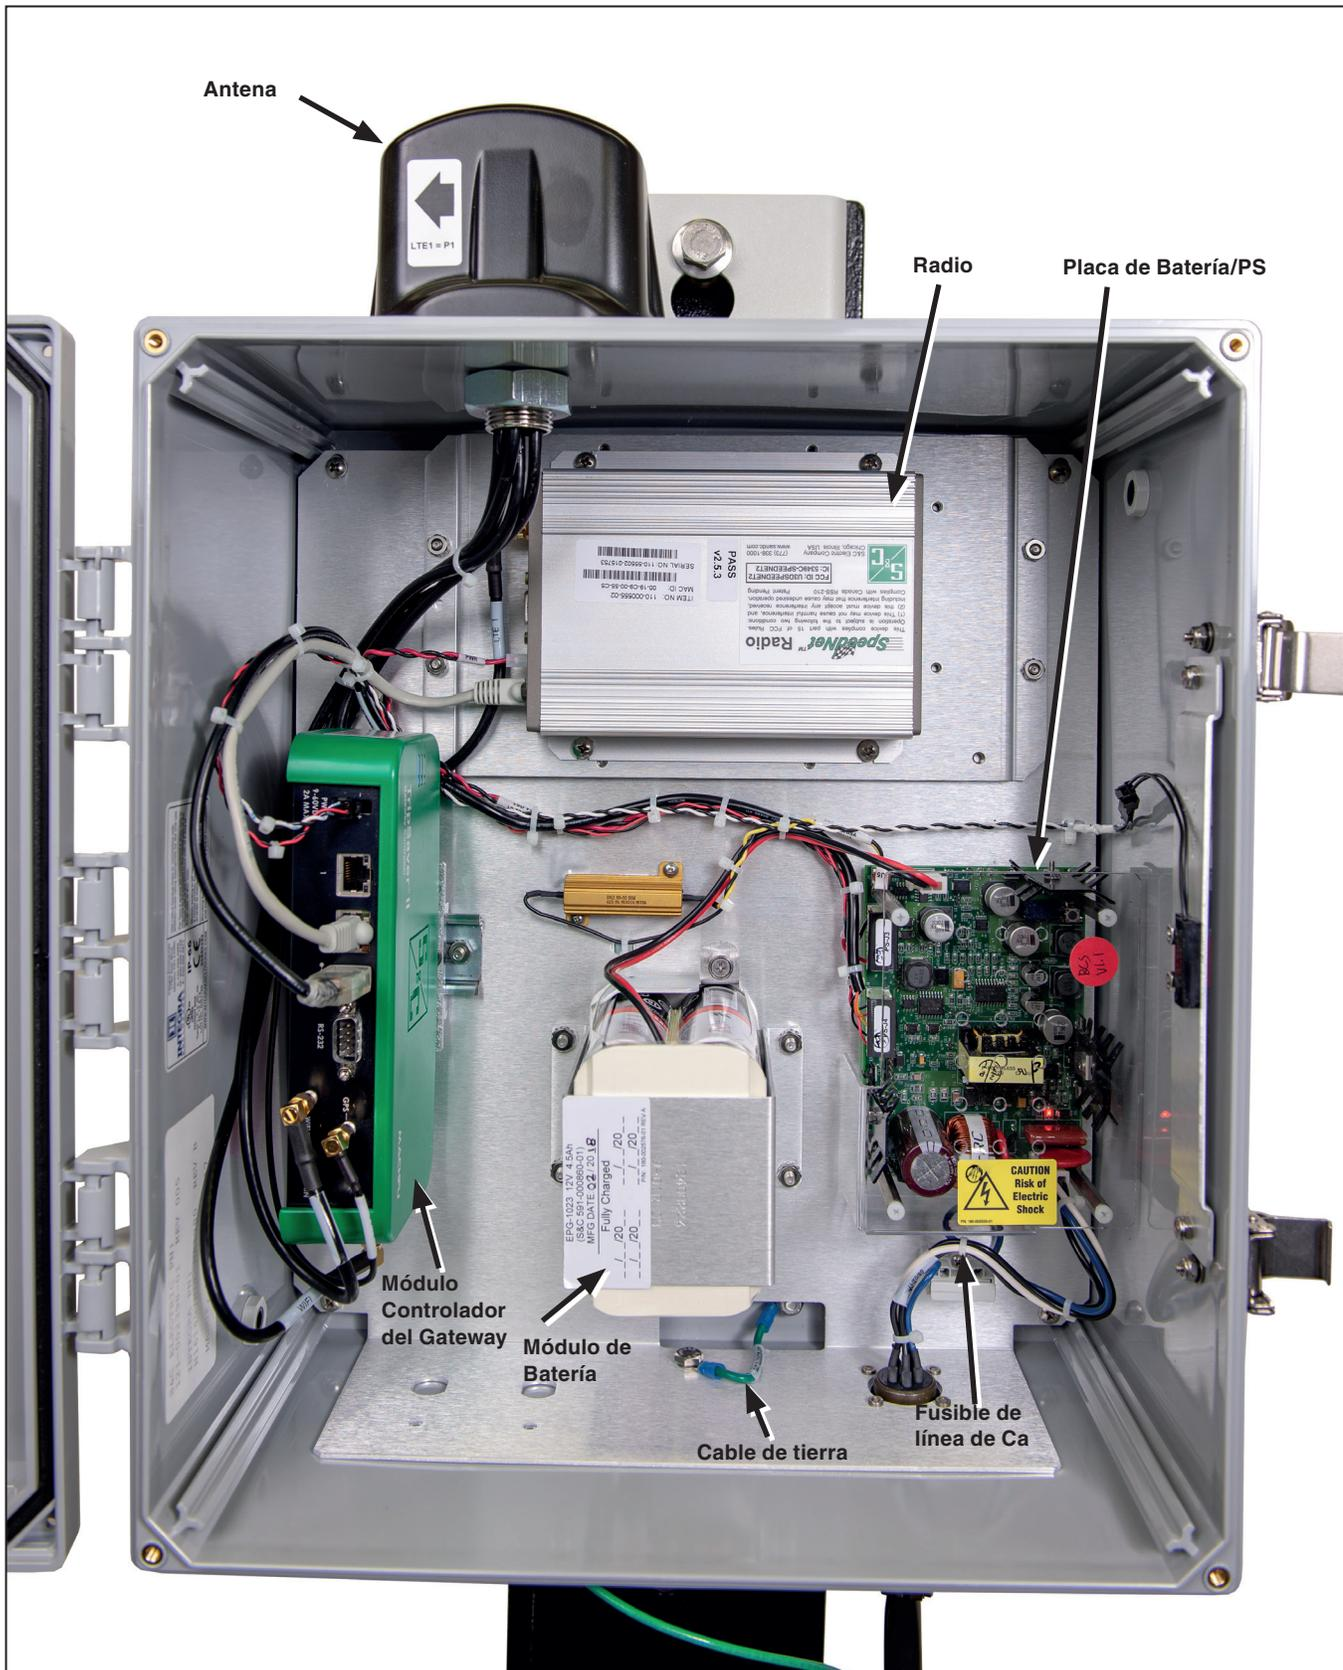
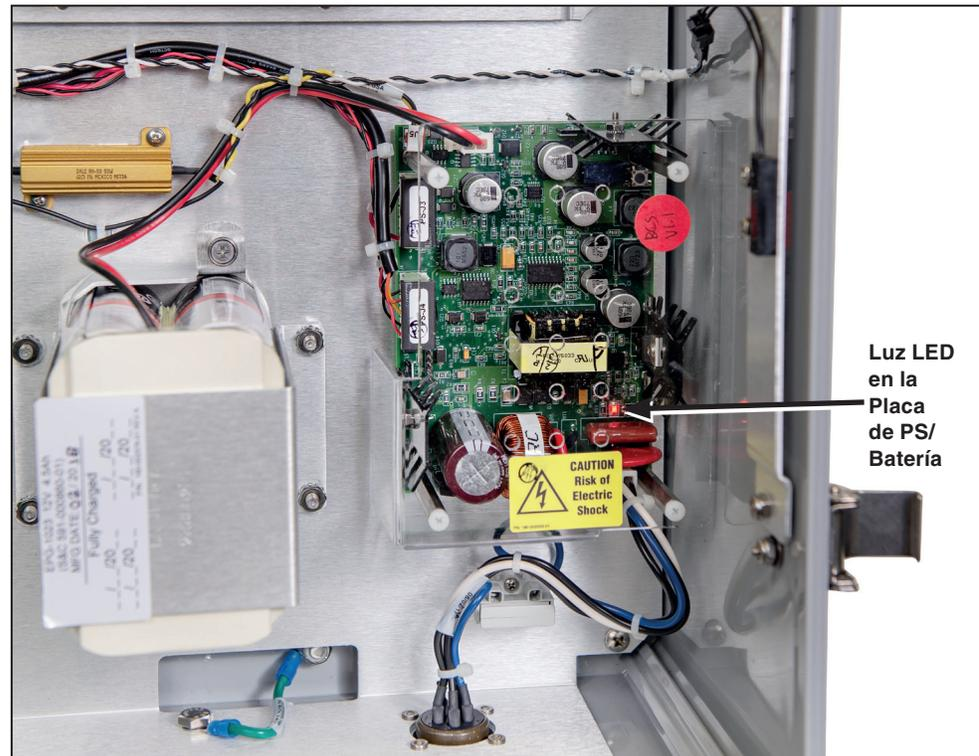

Figura 1. El Gateway de Comunicaciones TripSaver II.
Figura 3. El control PS del gateway de comunicaciones y Placa de la Batería.
- PASO 1.** Sujete el gateway de comunicaciones en una posición horizontal, con el logo de S&C de frente hacia usted, al poste utilizando los pernos de montaje superior e inferior proporcionados. Vea la Figura 1 en la página 8 y la figura 2.
- PASO 5.** Después de un corto retardo, los LEDs en la placa de la batería/PS y control del gateway de comunicaciones debería iluminarse, indicando que el gateway de comunicaciones está recibiendo energía. Vea la Figura 1 en la página 8 y la Figura 3.